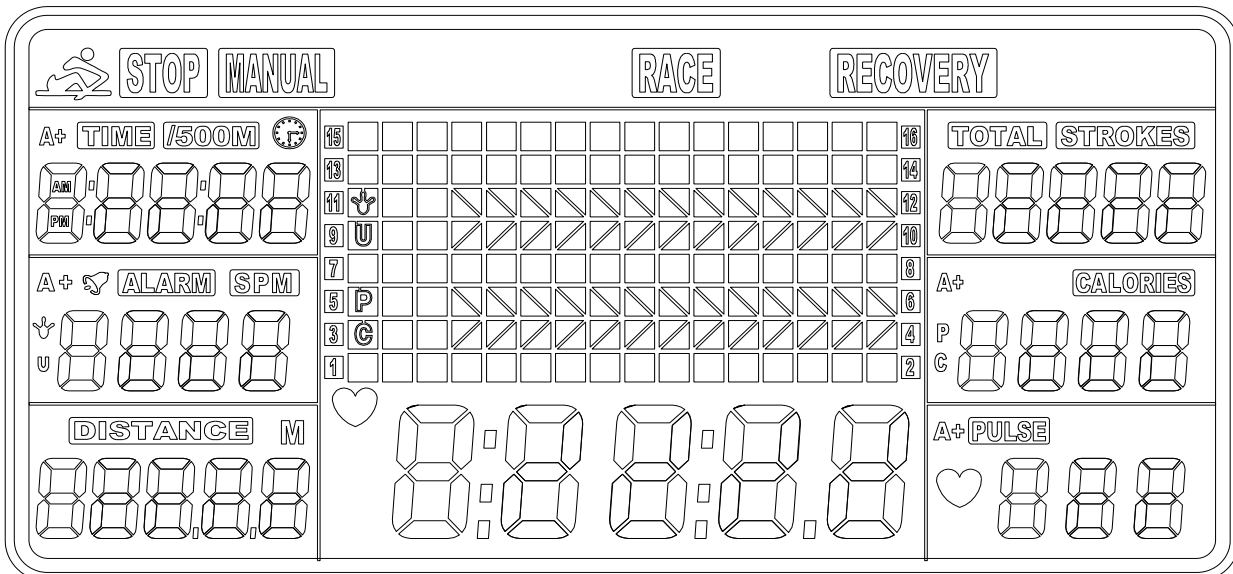
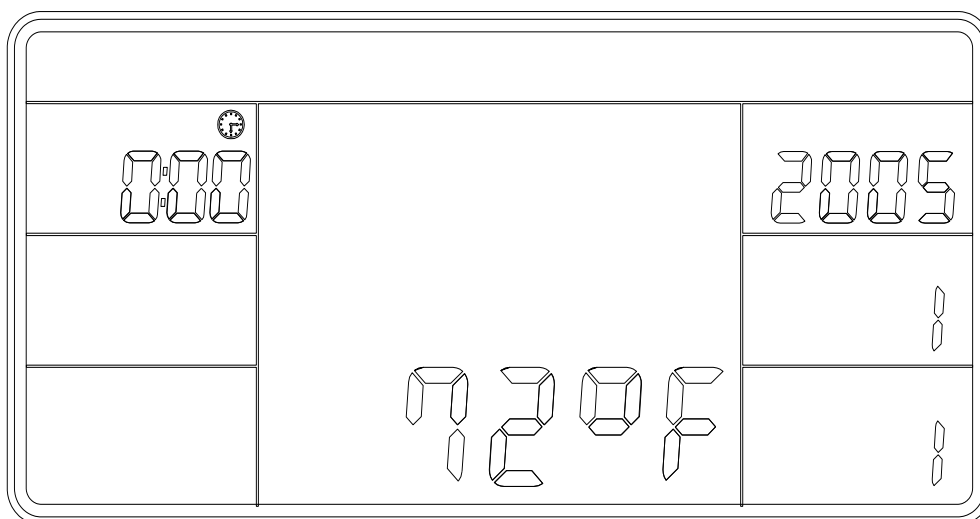

Fig 1
Fig 2
4. Instale 2 pilas AA (incluidas) y el medidor emitirá un pitido durante 2 segundos (Fig. 1). A continuación, el medidor entra en el MODO RELOJ Y CALENDARIO (Fig. 2)